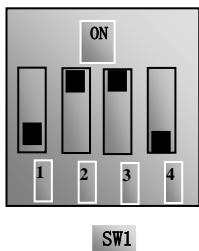
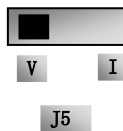

图 5-9
图 5-10
- (4) 对于E2000-P系列变频器控制端子排附近有一个四位红色拨码开关SW1，如图5-9所示。拨码开关选择模拟量输入端子AI1、AI2输入范围（0~5V/0~10V/0~20mA）；通过F203 选择输入通道，通过F439设置输入信号类型为电压信号还是电流信号。出厂时拨码开关的位置如图5-9，即AI1为0~10V输入，AI2为0~20mA输入。
- (5) 闭合 DI4 开关，电机开始反向运转；
- (6) 在运行中，可调节设定电位器，修改变频器当前设定频率；
- (7) 在运行中，断开 DI4 开关，再闭合 DI6 开关，电机运行方向改变；
- (8) 断开 DI4 开关和 DI6 开关，电机减速，直到停止运行；
- (9) 断开空气开关，变频器断电。
- (10) E2000-P 有两路模拟量输出端子 A01、A02，A02 端子只可以输出电流信号；A01 端子既可以输出电压信号也可以输出电流信号，电压电流输出选择开关是 J5，见图 5-10，A0 输出关系如表 5-3、5-4；